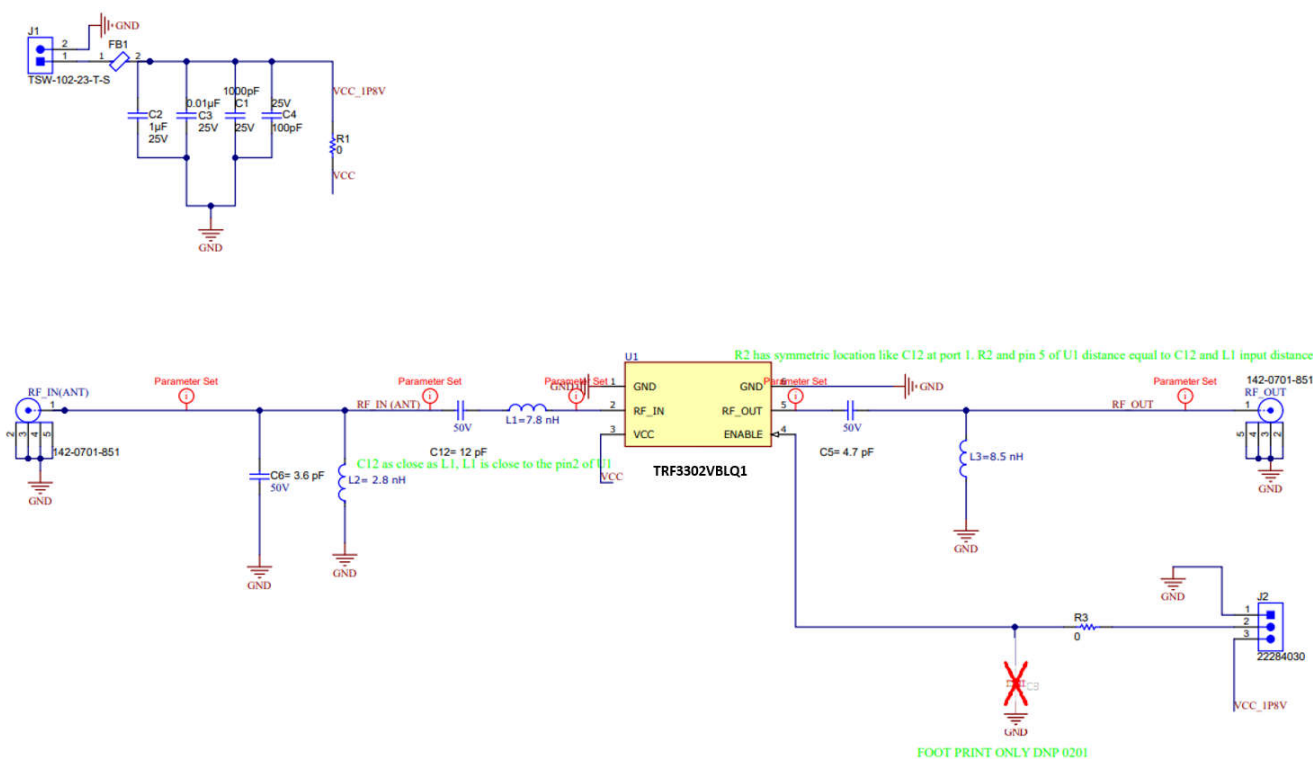

図 3-3. すべての GPS / GNSS バンドの TRF3302Q1EVM 回路図
4. 1165MHz ~ 1630MHz (すべての GPS / GNSS バンド) にわたる性能を最適化するには、C6、C12、L1、L2 をそれぞれ 3.6pF、12pF、7.8nH、2.8nH に交換してください (図 3-3 を参照)。ゲイン平坦性を実現し、出力一致わずかに向上させるためには、R2 をコンデンサ値 4.7pF に置き換え、C5 をインダクタ値 8.5nH に置き換える必要があります。